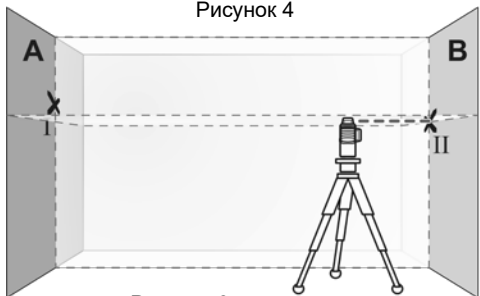

Рисунок 6
3.5.4 Розташуйте лазерний рівень, не повертаючи його, біля стіни «В», увімкніть його та зачекайте, поки промінь автоматично вирівняється (дивіться рисунок 6).